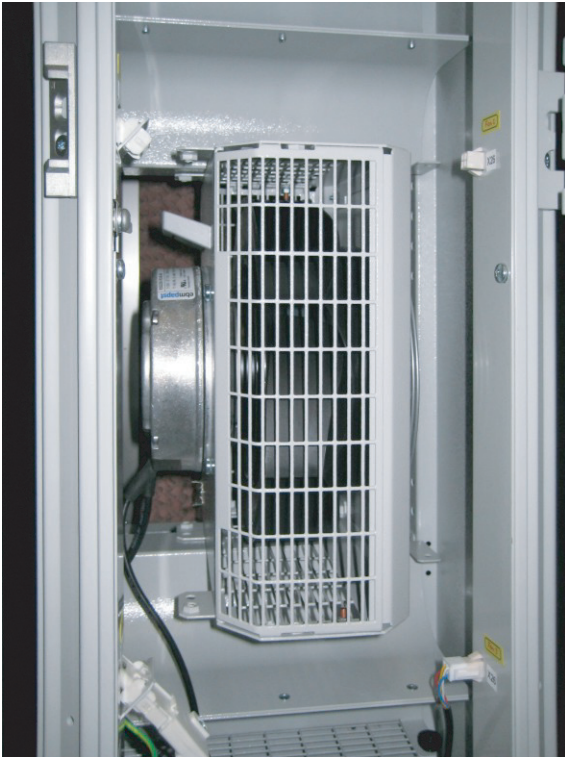

Abb. 39: Gedrehtes Lüftermodul im Lüftereinschub
- Drehen Sie das Lüftermodul im Einschub im Uhrzeigersinn um 90° (Abb. 39).